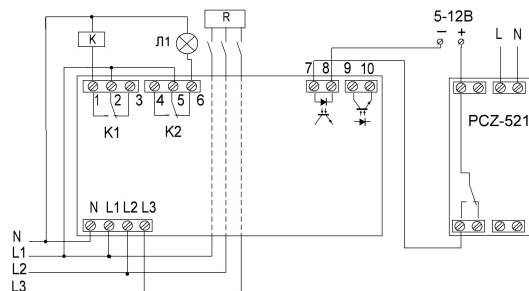

Рис.6 Схема включения со входом отключения функции ограничения мощности.
7. Внешний вход включения/отключения режима ограничения мощности (оговаривается при заказе). При подаче сигнала управления (5 - 12В DC) функция ограничения мощности отключается, остальные функции сохраняются. Электрически изолирован от сети питания ограничителя. Может быть использован в схемах автоматики и диспетчерского контроля для включения функции ограничения мощности на объекте в часы пиковых нагрузок на питающую сеть или же в определенные временные интервалы например, управляться таймером РСZ-521 или аналогичным по его временной программе. Схема включения изображена на рис.6.